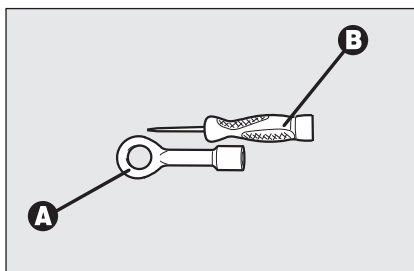
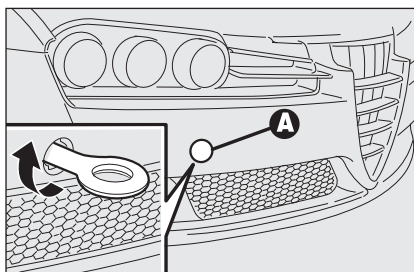

fig. 64
fig. 65
- ☐ prelevare l'anello di traino **A-fig. 64** dal contenitore del Fix&Go automatic.
- ☐ rimuovere il tappo **A-fig. 65** inserito a pressione sul paraurti anteriore. Per questa operazione, nel caso si utilizzi il cacciavite in dotazione **B-fig. 64** con lama a punta piatta, occorre proteggere la punta stessa con un panno morbido, al fine di evitare l'eventuale danneggiamento della vettura.